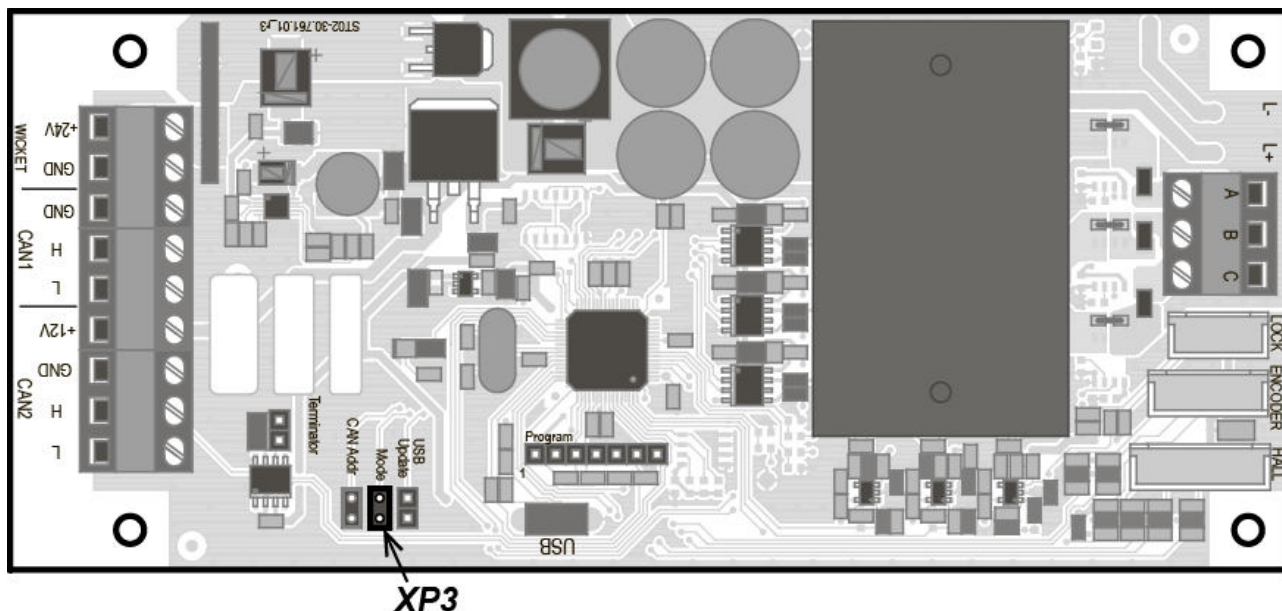

Рисунок 29. Плата электропривода
- На плате электропривода для данной створки установите джампер из комплекта поставки на разъем **XP3 «Mode»** (см. рис. 29).